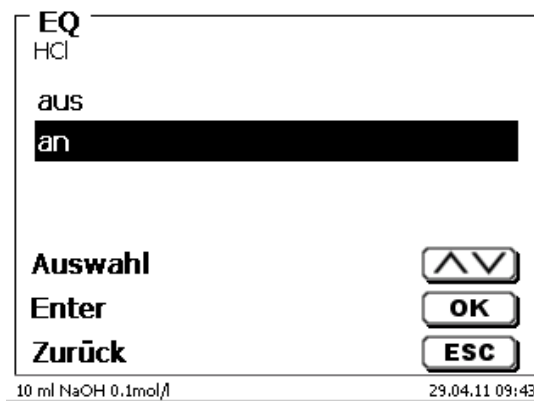

Abb. 155
Die automatische Erkennung des Äquivalenzpunktes (EQ) kann bei einer linearen oder dynamischen Titration ein- und ausgeschaltet werden (Abb. 155).